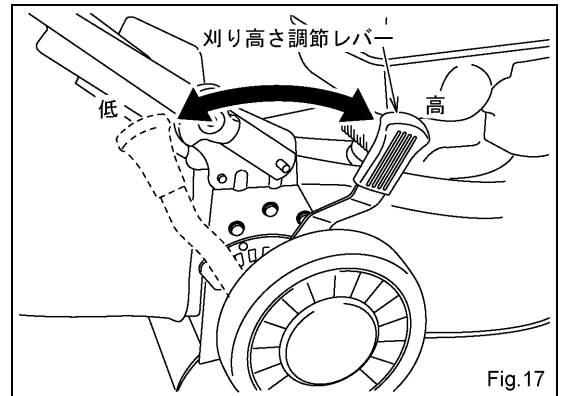

Fig.17
- (1) 手袋を着用し本機を軽く持ち上げて下さい。
- (2) 刈り高さ調節レバーをタイヤ側に引き、希望する高さの溝に入れて下さい。(Fig.17)